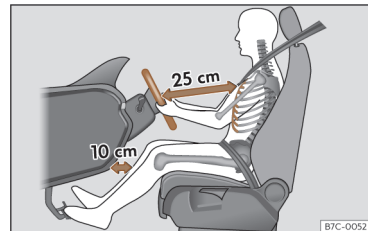

Abb. 13 Der richtige Abstand des Fahrers zum Lenkrad muss mindestens 25 cm (10 inch) betragen.
- Lenkrad so einstellen, dass der Abstand zwischen Lenkrad und Brustbein mindestens 25 cm (10 Zoll) beträgt»» **Abb. 13** und das Lenkrad mit beiden Händen und leicht gebeugten Armen seitlich am äußeren Rand festgehalten werden kann.
- Fahrersitz in Längsrichtung so einstellen, dass die Pedale mit leicht angewinkelten Beinen durchgetreten werden können und der Abstand zur Instrumententafel im Kniebereich mindestens 10 cm (4 Zoll) beträgt »» **Abb. 13**.